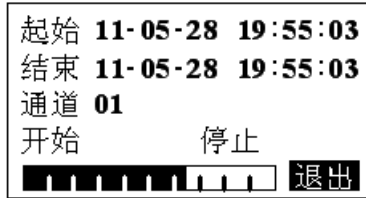

图 23 打印组态
- 打印组态：在打印机通讯画面中光标选择‘打印’按钮并按确认键可跳到打印画面，如图 23 所示：